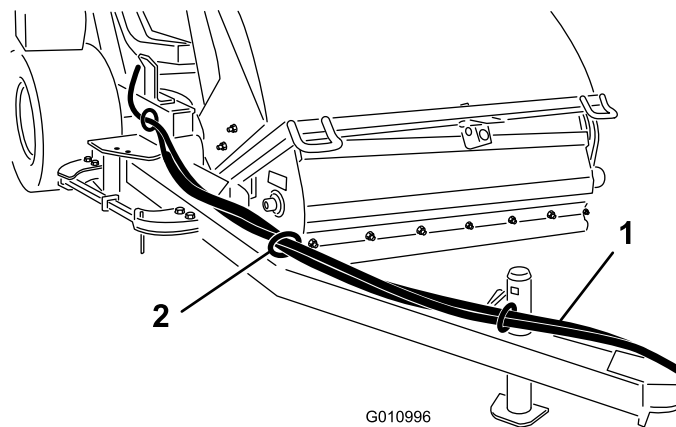

Figura 10
1. Pase las mangueras hidráulicas y el arnés de cables a través de las guías de las mangueras hasta la parte delantera de la barra de tracción (Figura 10).